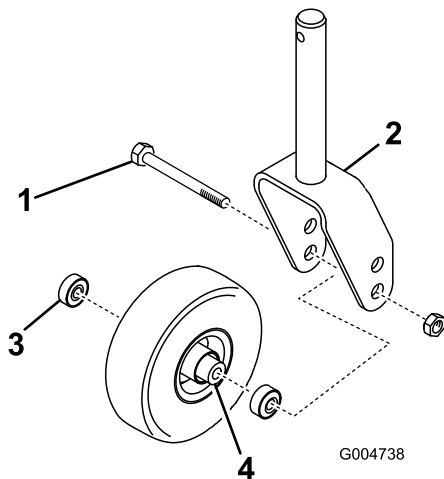
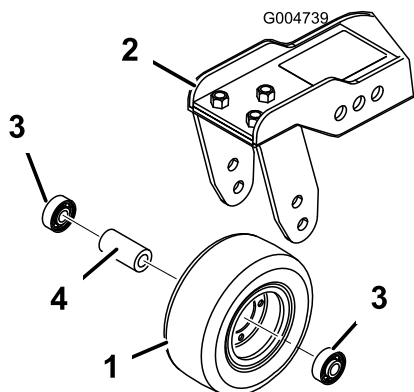

Рисунок 83
Рисунок 84
1. Выверните контргайку с болта, удерживающего узел поворотного колеса между вилкой (Рисунок 83) или рычагом (Рисунок 84) поворотного колеса.
2. Извлеките подшипник из ступицы колеса и дайте выпасть распорной втулке подшипника (Рисунок 83 и Рисунок 84).